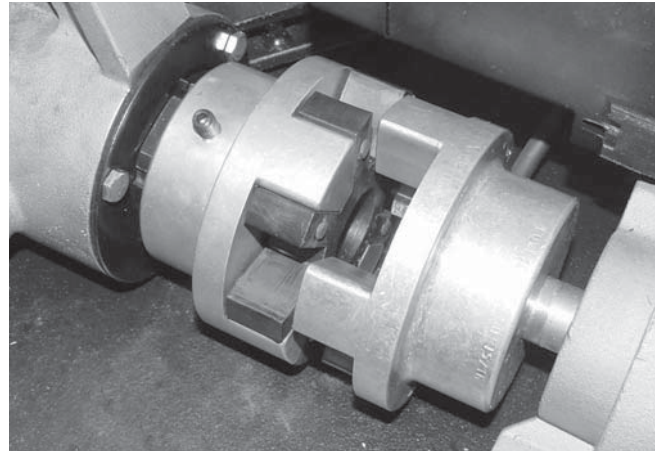

Рисунок 16 – Снятие подшипника, стопорной гайки и передней половины муфты
- Потяните ведущий вал в сборе вперед. Снимите стопорную гайку подшипника ведущего вала и переднюю половину муфты (рисунок 16). Вставьте ведущий вал.